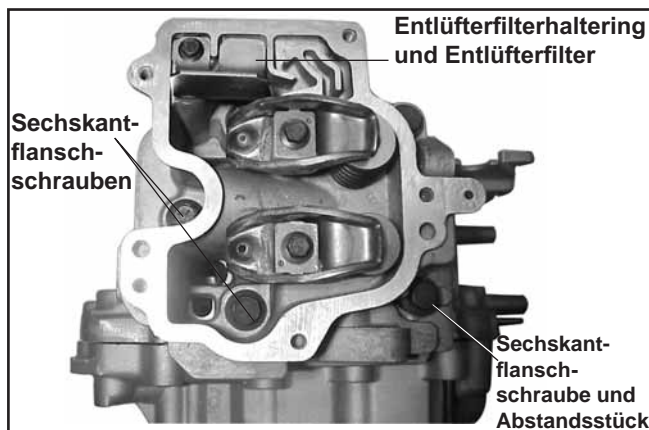

Abbildung 9-30. Ausbau des Zylinderkopfs.
1. Entfernen Sie die Sechskantflanschschrauben, Abstandsstück (an der Schraube an der Auslassöffnung), Zylinderkopf, Stößelstangen und Zylinderkopfdichtung. Siehe Abbildung 9-30 und 9-31. Stößelstangen für die Remontage entsprechend markieren. Entsorgen Sie die Schrauben. Sie dürfen nicht wieder verwendet werden.